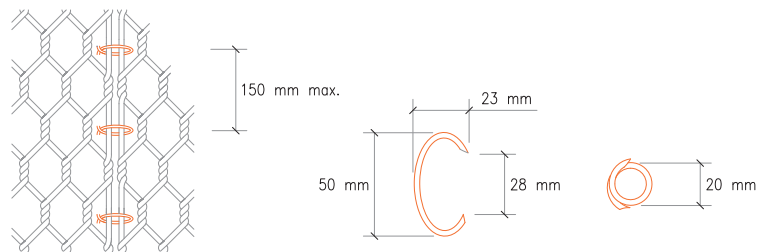

Figure 6: Joint avec anneaux en C
**Anneaux en C:** Des anneaux en C sont fixés au treillis à l'aide d'une pince manuelle ou pneumatique. Espacement maximal entre les anneaux de 150 mm. Voir Figure 6